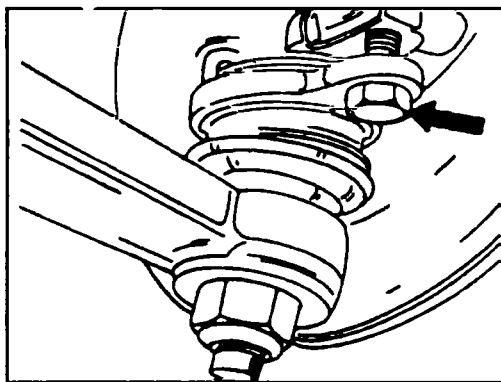

Рис. 7.8 Крепление нижнего поперечного рычага к поворотному кулаку
- ◆ Отверните оба болта (см. рис. 7.8 - второй болт находится с противоположной стороны) и отсоедините от поворотного кулака шаровой шарнир вместе с нижним поперечным рычагом.
Для снятия нижнего шарнира достаточно отвернуть от поворотного кулака два болта (см. по стрелке рис. 7.8).
- ◆ Выверните оба болта, показанные на рис. 7.8, и, надавив нижний рычаг вниз, отсоедините рычаг от поворотного кулака.
надо пользоваться этими рисунками. В первую очередь необходимо снять торсион. Соответствующие указания приведены выше. Отсоединение шарового шарнира от поворотного кулака см. рис. 7.8 - 7.11. После выполнения этих действий верхний поперечный рычаг будет соединен только с балкой подвески и после удаления болтов крепления его можно отсоединить.